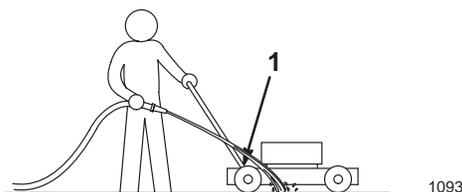

Figure 17
3. Tenir le tuyau d'arrosage à la hauteur du mancheron et diriger le jet vers le sol, juste devant la roue arrière droite (Fig. 17).